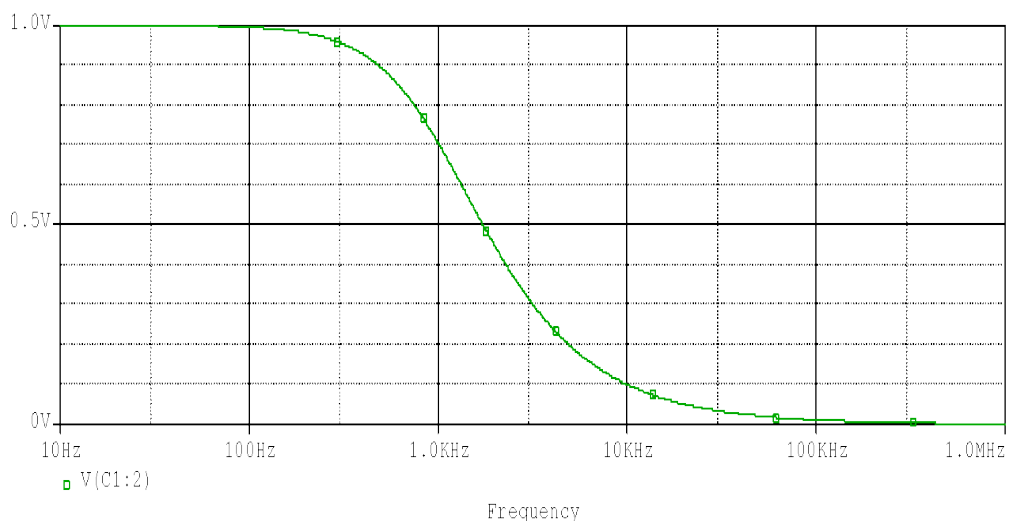
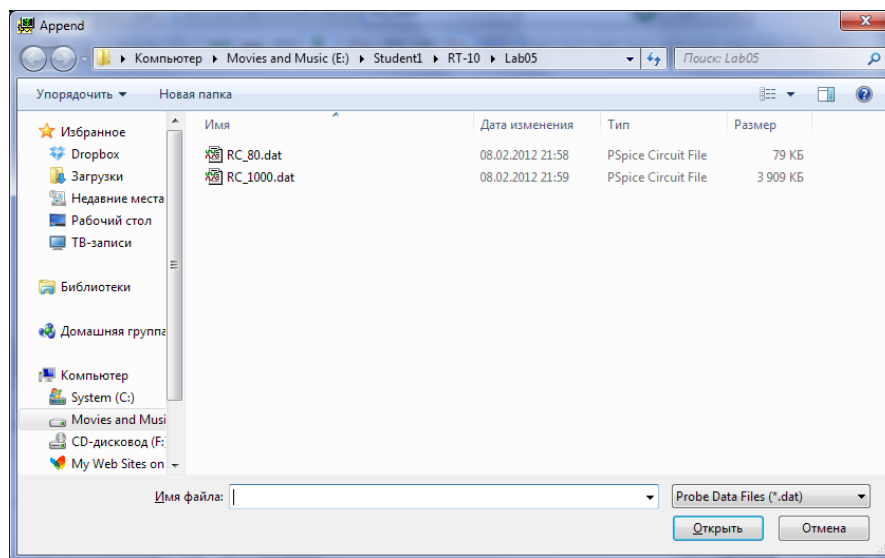

Рисунок 5.15 – Діаграма частотної характеристики, виведена на екран після виклику файлу *Prizvushe_RC_80.dat*
Рисунок 5.16 – Вікно *Append*
35. Викличте з вікна *Open* файли свого варіанта *Prizvushe_RC_80.dat*. Відкриється порожній екран. Звернувши увагу на верхній рядок із заголовком, можна переконатися в тому, що відкрилося робоче вікно *Probe* для схеми *Prizvushe_RC_80.dat*. Тепер відкрийте вікно *Add Trace...* і виведіть на екран діаграму частотної характеристики напруги на конденсаторі $V(C1:2)$ (рис. 5.15).
36. Натиснувши на кнопку із зображенням бінарного файлу і знаком плюса , відкрийте вікно *Append* (рис. 5.16). Воно відрізняється від вікна *Open*, зображеного на рис. 5.15, тільки заголовком.